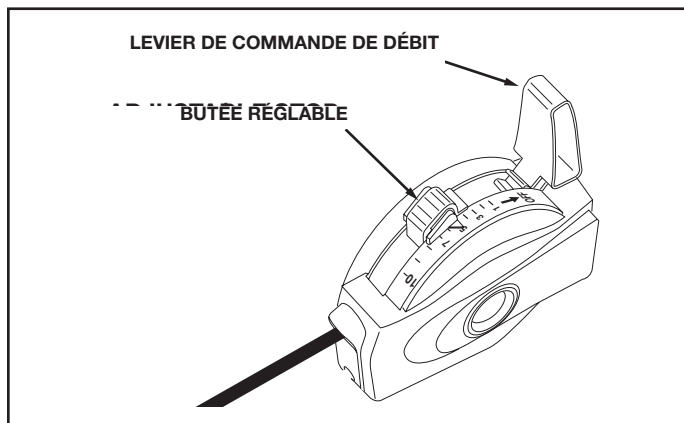

FIGURE 15
2. Déplacer le levier de commande de débit vers l'avant jusqu'à ce qu'il s'enclenche dans la butée réglable, en verrouillant le levier dans la position désirée. Voir la figure 15.